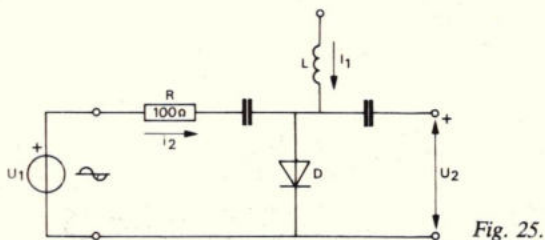
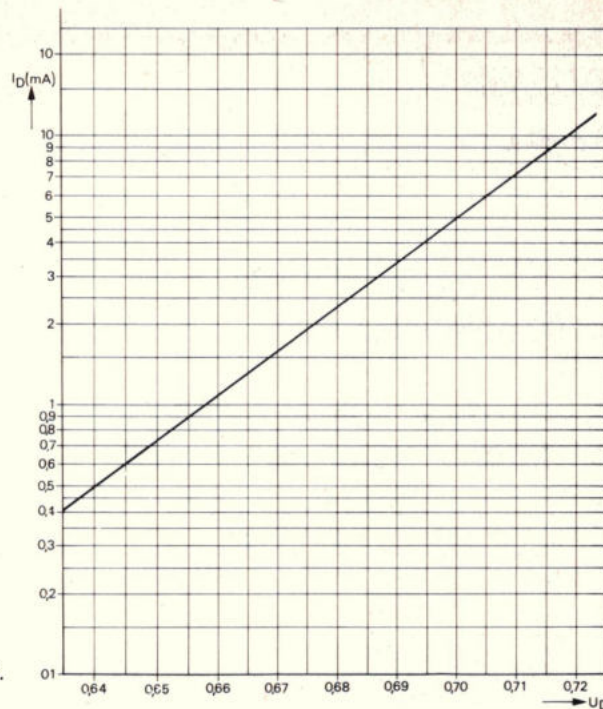

Fig. 25.
Fig. 26.
4. Gegeven is een HF-verzwakker volgens fig. 25. De verzwakking kan worden geregeld d.m.v. de gelijkstroom  $I_1$ . Voor HF-stromen mag de impedantie van  $L$  oneindig groot worden beschouwd en die van de condensatoren worden verwaarloosd. De HF-stroom  $i_2$  is klein t.o.v.  $I_1$ . De wisselstroomweerstand van de diode kan worden afgeleid uit de diode-karakteristiek van fig. 26. Bepaal de verzwakking  $u_2/u_1$  van het HF-sigitaal.